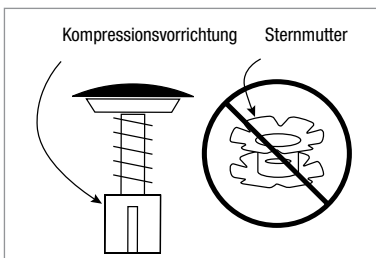

Abbildung 9
**▲ WARNUNG:** Eine Sternmutter nie mit einer Gabel mit Carbon-Gabelschaft verwenden (Abbildung 9). Verwenden Sie eine auf Karbonlenker ausgelegte Kompressionsvorrichtung.